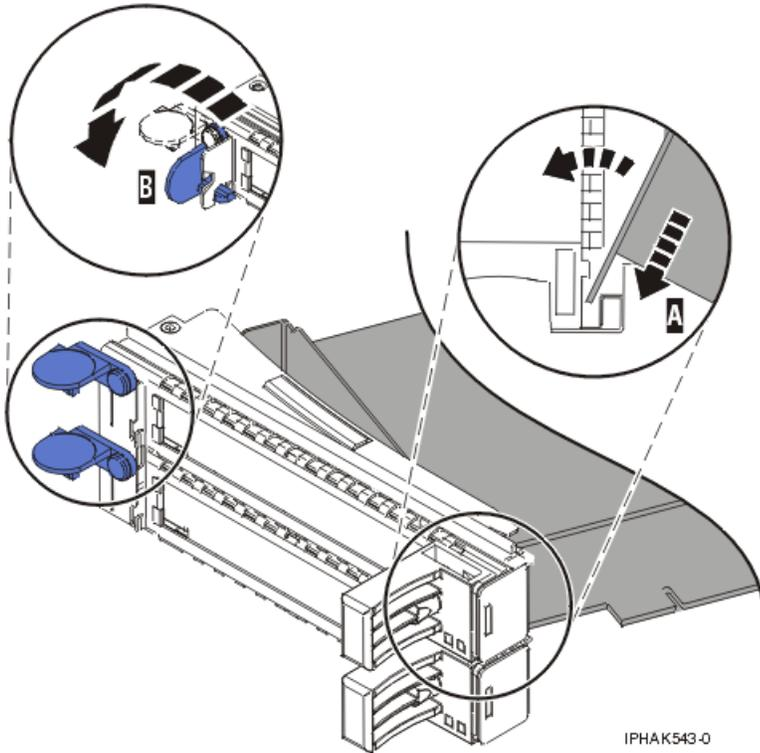
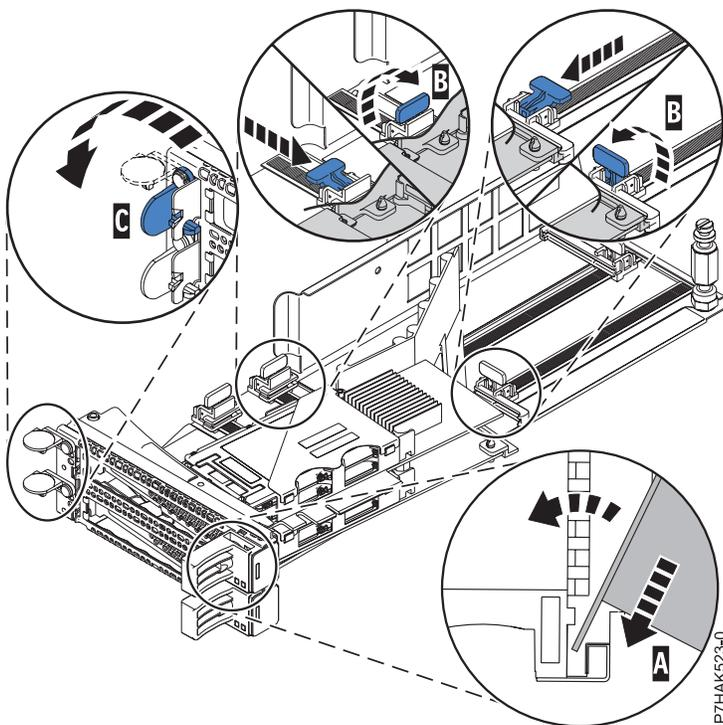

Abbildung 51. Adapter in PCI-Adapterkassette installieren
Abbildung 52. PCI-RAID- und SSD-SAS-Adapter in der PCI-Adapterkassette installieren
- Setzen Sie bei geöffneter Position der Kassettenhalteklammer den Adapter fest in den Kassettenhaltekanal (A) ein. Wenn es sich um einen gewöhnlichen PCI-Adapter handelt, lesen Sie den Abschnitt Abb. 51 auf Seite 72. Bei PCIe-RAID- und SSD-SAS-Adaptoren müssen Sie die Informationen im Abschnitt Abb. 52 auf Seite 72 lesen.
- Schließen Sie die Kassettenhalteklammer (C).